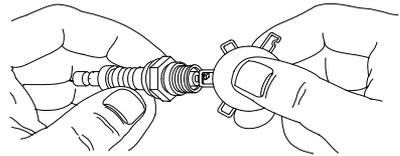

**Figure 4-4. Filtre à air**
1. Dévissez le boulon (A) et retirez le capot du filtre à air. Voir Figure 4-4.
2. Rincez le filtre (B) à l'eau savonneuse. Essorez-le dans un chiffon propre, **SANS LE TORDRE**.